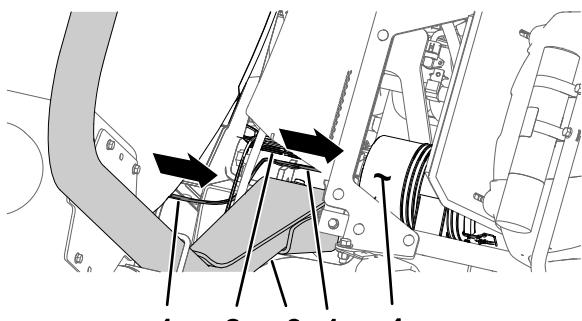
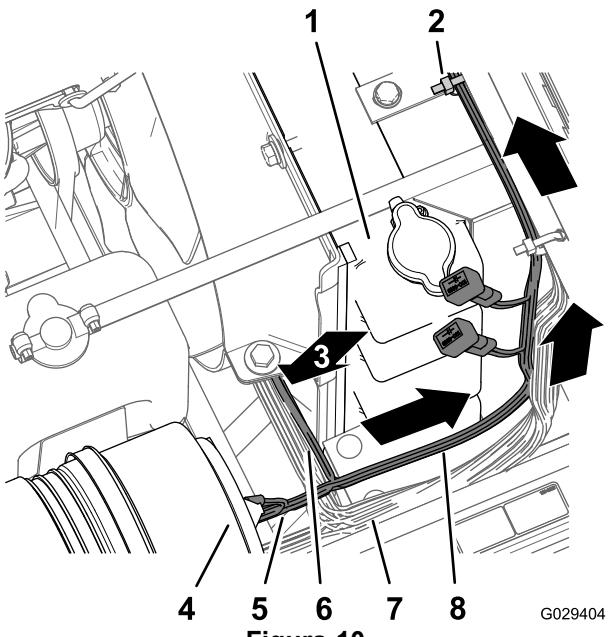

Figura 9
Figura 10
1. Encaminhe a cablagem do kit de acabamento para a frente entre a barra do ROPS e o canto inferior do depósito do pulverizador, ao longo da cablagem da máquina e abaixo do filtro de ar do motor (Figura 9 e Figura 10).
2. Encaminhe a secção de 197 cm da cablagem do compartimento do motor (com o terminal de anel e conector de 5 tomadas) para cima ao longo do lado direito do radiador, através da parte superior do radiador, debaixo da base da consola central (Figura 10).